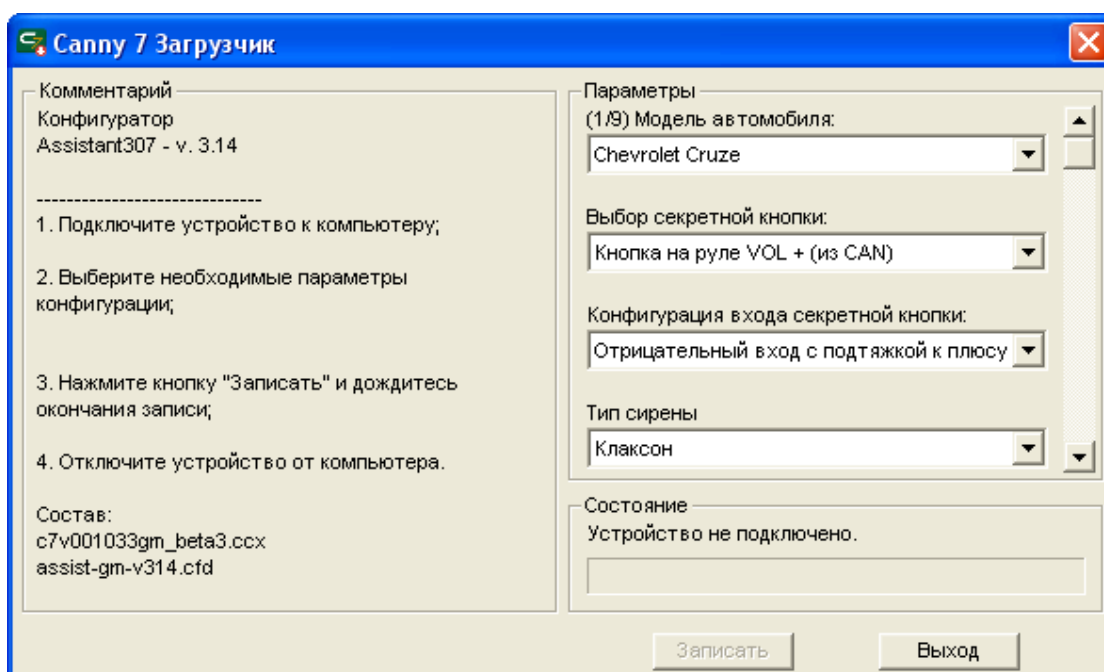

Рисунок 1. Окно задания конфигурации контроллера.
- 2.2. Запустите приложение-конфигуратор. В открывшемся окне (смотри рисунок 1), выберите модель автомобиля и установите требуемые параметры работы контроллера, выбрав соответствующие значения из списков. Для доступа ко всему списку доступных для установки параметров воспользуйтесь полосой прокрутки справа.